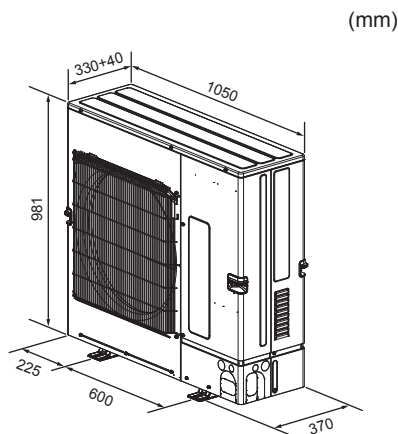

Fig. 2-2
2.3. Utvendige dimensjoner (utendørsenhet) (Fig. 2-2)